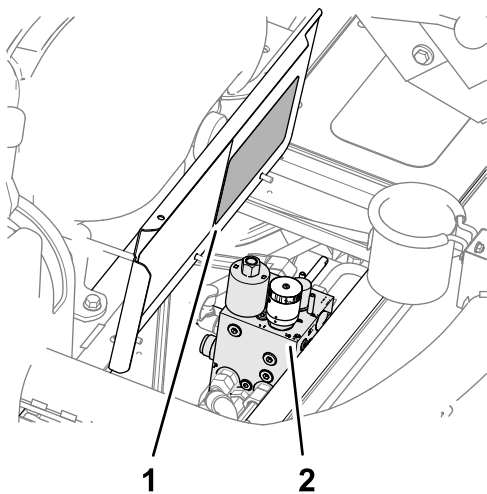

Figura 42
4. Deschideți capacul platformei (**Figura 42**).